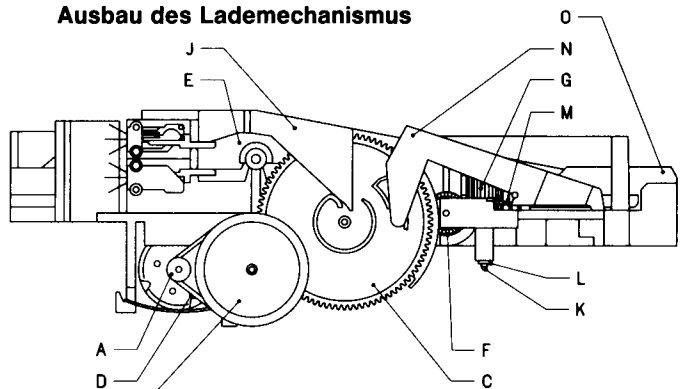
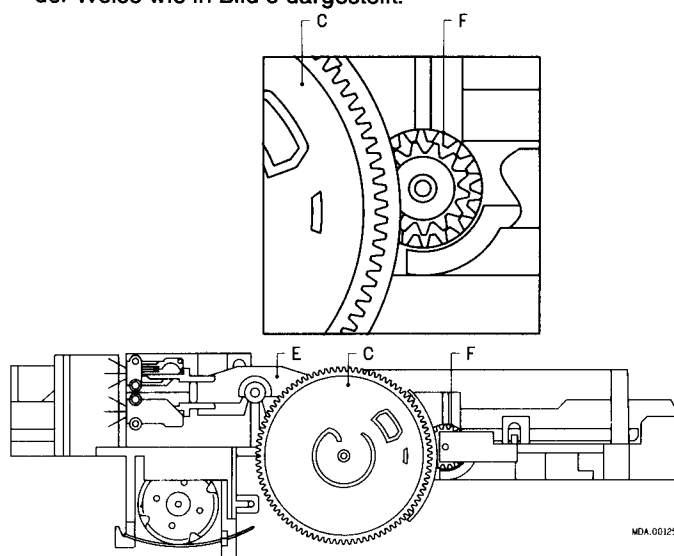

Fig. 4
Fig. 5
- Veranlassen, dass die Oeffnung in Zahnrad F senkrecht angeordnet ist (siehe Bild 4) und Kammrad C anbringen in der Weise wie in Bild 5 dargestellt.